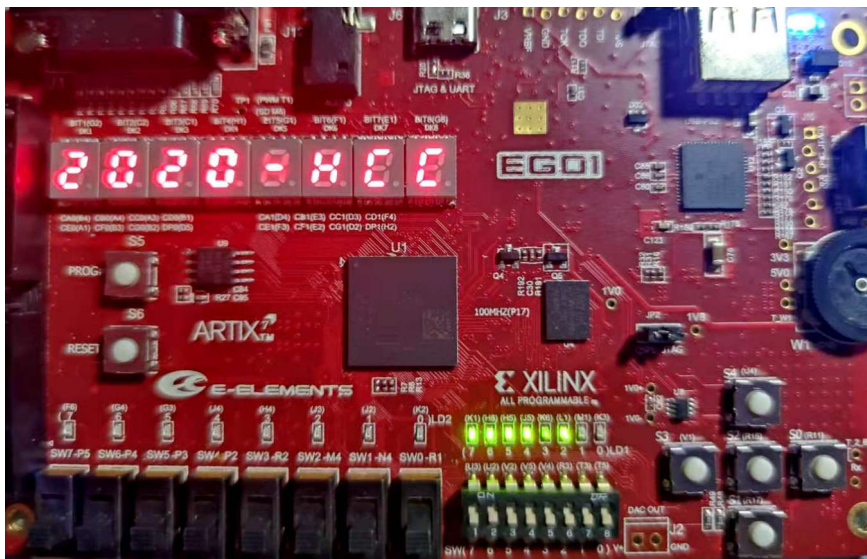

图 7 输入正确密码状态
- 在规定 20 秒内，输入正确密码并确认，成功解锁，返回-HCC，如图 7 所示